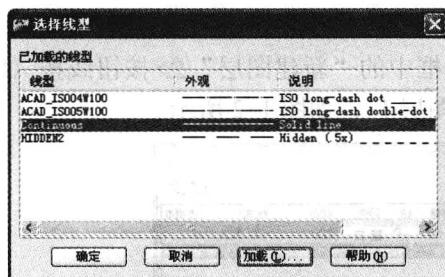
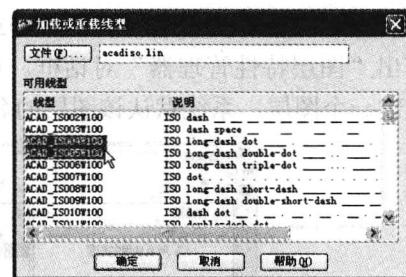

图 1-5 “选择线型”对话框
图 1-6 “加载或重载线型”对话框
- 按照上述方法创建“边框”层、“标注”层、“粗实线”层、“点画线”层、“双点画线”层、“文字”层、“细实线”层和“虚线”层，并分别设置它们的颜色、线型和线宽。在设置点画线层、双点画线层、虚线层的线型时，单击图层的线型 Continuous 区域，弹出如图 1-5 所示的“选择线型”对话框。在默认情况下，该对话框中只有一种线型，即连续线型 Continuous。要设置非连续线型，单击对话框中的“加载”按钮，弹出如图 1-6 所示的“加载或重载线型”对话框。按住键盘上的〈Ctrl〉键，依次选择 ACAD_ISO04W100、ACAD_ISO05W100 和 HIDDEN2 三种线型，单击“确定”按钮，即可将三种非连续线型加载到“选择线型”对话框中。